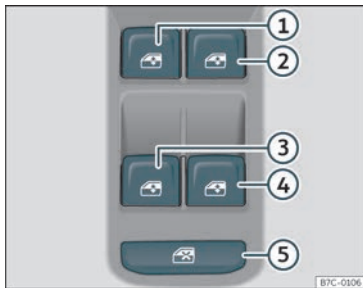

Fig. 86 Dettaglio della porta del conducente: comandi per i finestrini.
Mediante l'interruttore di sicurezza >>> **fig. 86** ⑤ nella porta del conducente si possono disattivare gli alzacristalli delle porte posteriori.